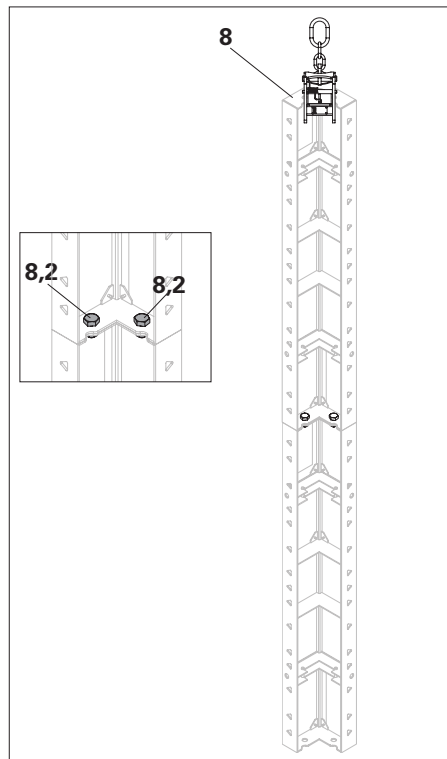

Fig. 6
– Per il sollevamento dei due angoli interni HSA (8) assicurarsi di utilizzare due bulloni ISO e due dadi M20 x 40 (8.2) art. n. 706458 e art. n. 781053. (Fig. 6)